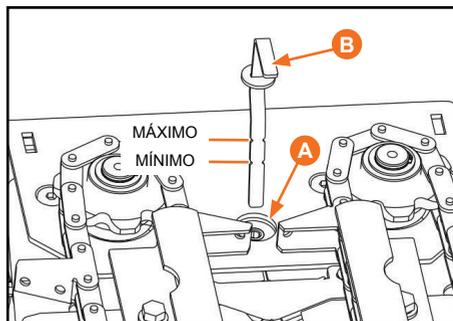

Figura 42
- Limpe bem ao redor do bocal de inspeção (A) e depois retire-o (Figura 42).
- Meça com uma vareta metálica (B) tendo o cuidado para que esteja limpa (Figura 42).